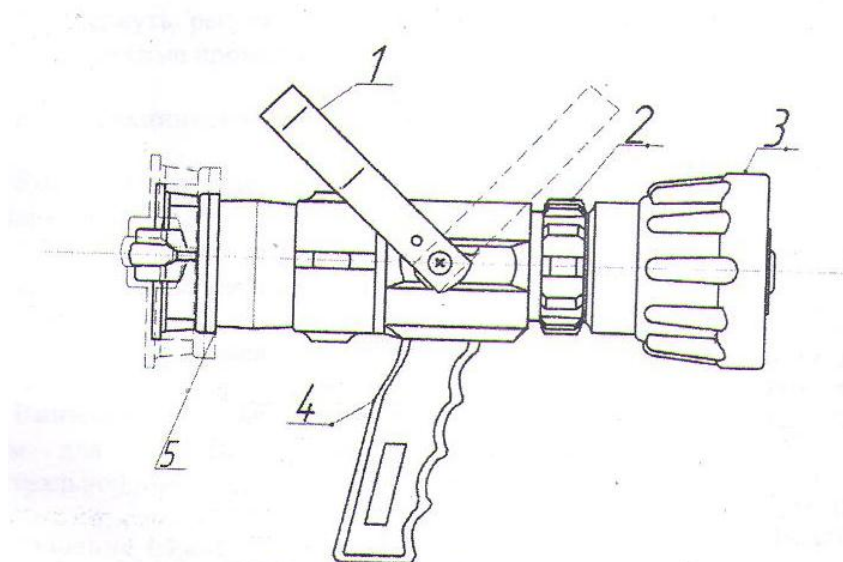
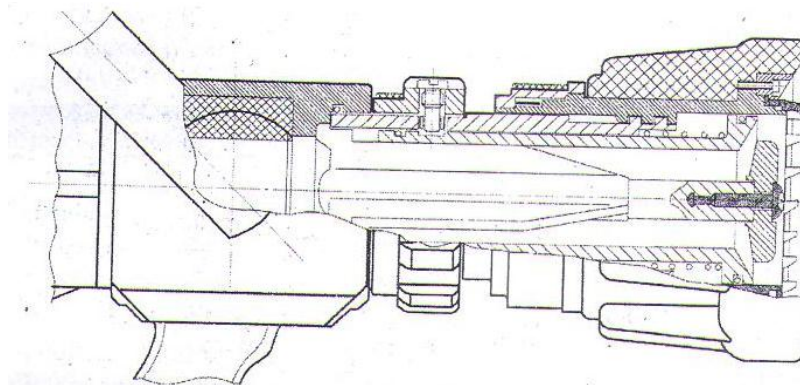

Рис. 1. Внешний вид
Рис. 2. Конструктивное исполнение
Внешний вид ствола приведен на рис. 1. Ствол состоит из корпуса, в котором установлены шаровый затвор с рукояткой (1) – перекрывное устройство, регулятор расхода огнетушащего средства (2) и устройство изменения геометрии струи с распылителем (3) – головка ствола. На корпусе ствола также установлены рукоятка нижняя (4), предназначенная для удержания ствола в заданном положении, и соединительная головка (5) для присоединения ствола к рукавной линии. Конструктивное исполнение ствола представлено на рис. 2.